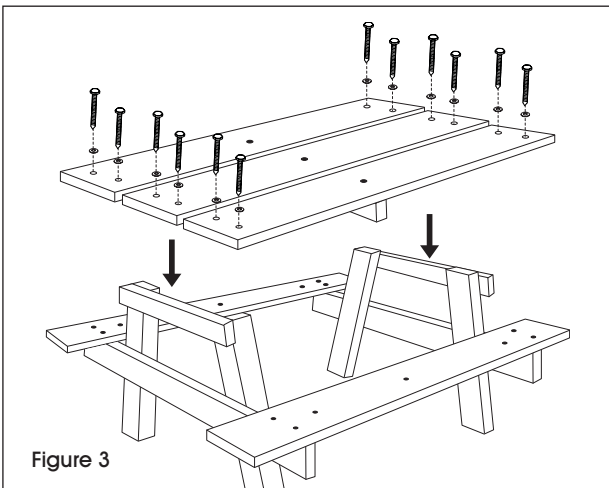

Figure 3
- Placez les trois planches de table sur les bases en A. Alignez les trous prépercés sur la base en A. Fixez sans serrer les planches de table à la base en A à l'aide des tire-fonds de 3 ½ po et des rondelles en utilisant la perceuse et la douille tournevis de 7/16 po (à bien visser plus tard à l'étape 8). (Voir Figure 3)